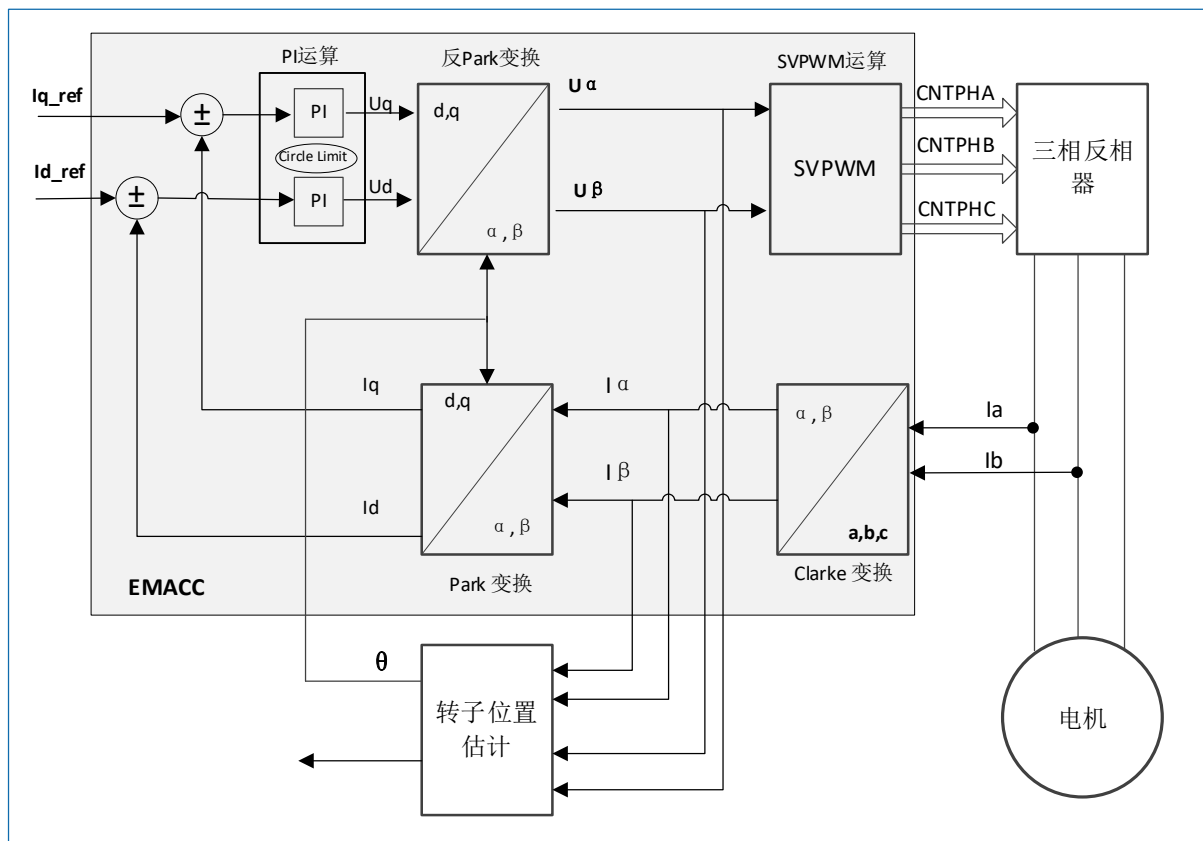

图 13-1 电机加速单元框图
- EMACC 的输出参数：A\B\C 相的 PWM 占空比（图 13-1 中的 CNTPHA，CNTPHB 和 CNTPHC）、扇区、采样点、ADC 采样通道等。